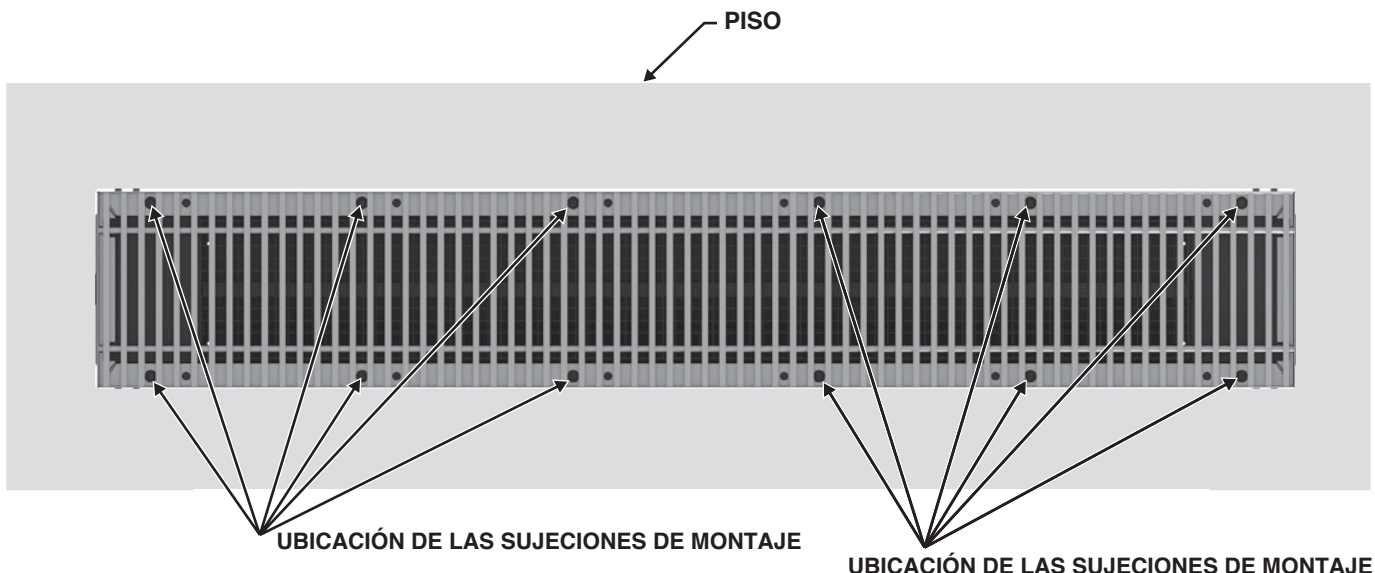

Figura 13: Ubicación de las sujeciones de montaje
- Instale la caja del calefactor en las paredes laterales de la caja fabricada a través de los agujeros grandes de la tapa de construcción. **Nota:** la tapa de construcción/rejilla debe quedar al ras del piso. Ver la figura 13.
14. Instale la caja del calefactor en las paredes laterales de la caja fabricada a través de los agujeros grandes de la rejilla. Ver la figura 13.